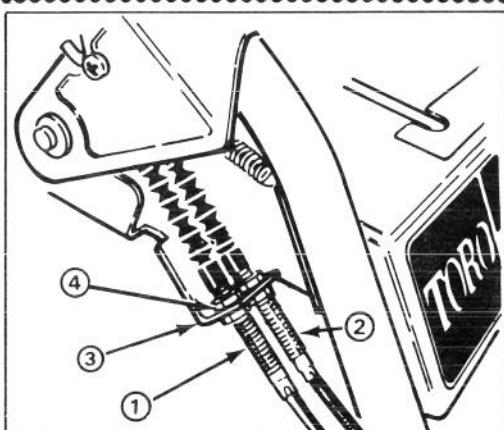

Abbildung 26
3. Leitrad - und Bremseinstellung überprüfen. Der Mindestabstand zwischen der Zunge am Gebläselenkzischenhebel und Bremsschubel (Abb. 26) sollte 3 mm betragen. Ist der Abstand weniger als 3 mm, ist der Riemen auszutauschen.
5. Die untere Gegenmutter nach oben drehen, um die Riemenspannung zu erhöhen (Abb. 26).
### EINSTELLEN DES FAHRANTRIEBSRIEMENS (Abb. 26)
nden Riemen entsprechenden Steuerkabel lösen (Abb. 26). Beim Auswechseln des (der) Riemen(s) muß das Kabel zum Gleiten in der Schelle frei sein.